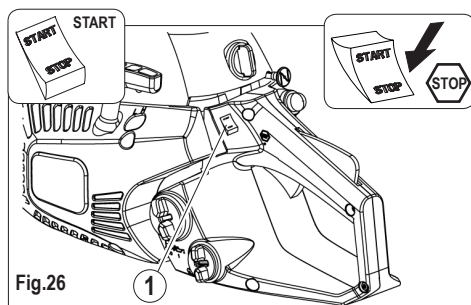

Fig.26
2) Presione el interruptor de parada en la posición de inicio "START" (fig.26, detalle 1).
1) Para detener el motor, presione el interruptor en la posición “STOP” (fig.26).
- 1) Presione el interruptor de parada en la posición de inicio "START" (fig.26, detalle 1).